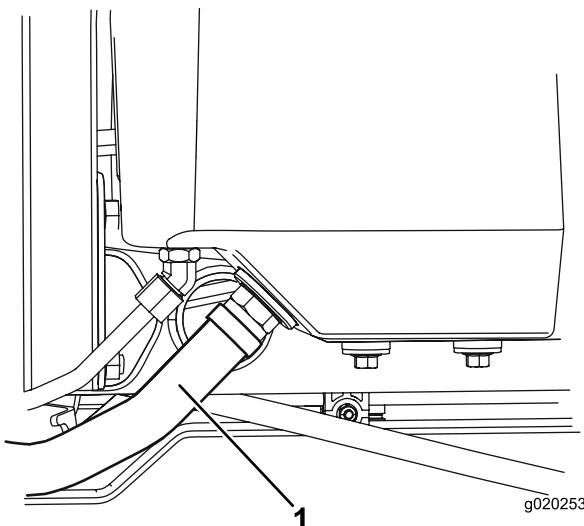

Figura 92
2. Collegate il flessibile idraulico grande (Figura 92) dal serbatoio e lasciate fuoriuscire il fluido idraulico nella bacinella.